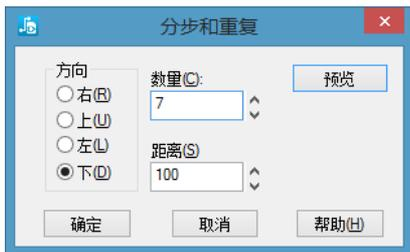

图 3-58 “分步和重复”对话框
- (1) 与上面的使用鼠标直接操作的第(1)步一样。
- (2) 与上面的使用鼠标直接操作的第(2)步一样。
- (3) 当光标处出现一个所复制的总线连线框时,单击鼠标右键,在弹出的快捷菜单中选择“分步和重复”命令,系统会打开如图 3-58 所示的“分步和重复”对话框。